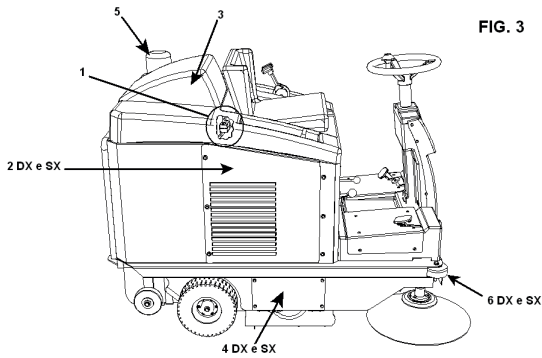

FIG. 3
**Abb. 3** zeigt die Sicherheitsvorrichtungen; diese müssen ordnungsgemäß montiert sein und sich in einwandfreiem Zustand befinden. Die Maschine darf auf keinen Fall verwendet werden, wenn auch nur eine dieser Sicherheitsvorrichtungen fehlt oder beschädigt ist. Daher werden diese Vorrichtungen nachstehend beschrieben.